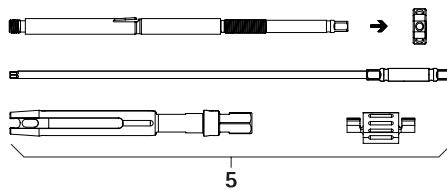

Fig. 2
- Smontare la leva di riduzione percutanea 5, vedere Fig. 2